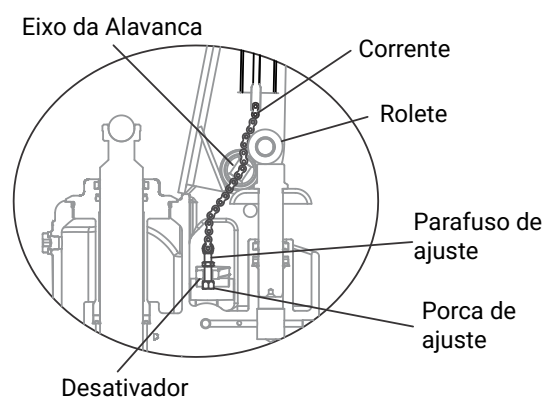

Fig. 5 - Montagem da corrente: vista em corte
- Insira manualmente a porca de ajuste e o parafuso de ajuste através do furo do eixo da alavanca (3).
- Veja a Fig. 5 para detalhes.
- Consulte a Fig. 5 para orientação.
- **Solução:** gire a porca de ajuste (ver Fig. 5) no sentido horário até que os garfos parem de subir e a posição **“NEUTRO”** funcione corretamente.